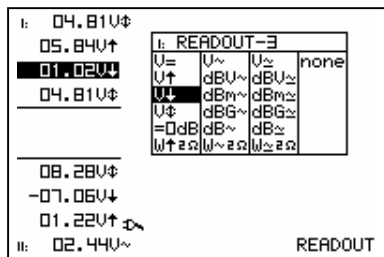

Fig 25
6. Press the cursorkeys to highlight the desired readout function for meter 3 readout. (Fig. 25)
6. Druk op de pijltoetsen voor het kiezen van de uitlezingfunctie van meter 3. (fig 25)
6. A l'aide des touches curseur choisissez la fonction désirée pour l'appareil numéro 3. (fig 25)